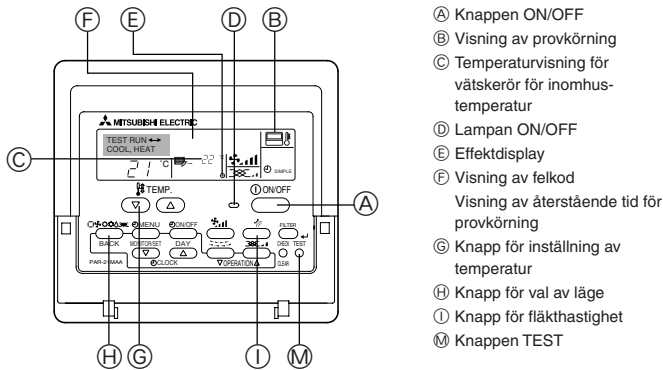

Fig. 7-1
7.2.1. Med ledningsdragen fjärrkontroll (Fig. 7-1)
- ① Sätt på strömmen åtminstone 12 timmar före testkörning.
- ② Tryck på knappen [TEST] två gånger. ⇒ "TEST RUN" teckenfönster
- ③ Tryck på knappen [Mode selection] (Driftväljare). ⇒ Se till att luft blåses ut.
- ④ Tryck på knappen [Mode selection] (Driftväljare) och växla till kylningsläge (eller uppvärmningsläge). ⇒ Kontrollera att kall (eller varm) luft blåses ut.
- ⑤ Tryck på knappen [Fan speed] (Justering av fläkthastighet). ⇒ Se till att luft-hastigheten ändras.
- ⑥ Kontrollera att utomhusenhetens fläkt fungerar.
- ⑦ Återställ testkörningen genom att trycka på knappen [ON/OFF]. ⇒ Stopp
- ⑧ Registrera ett telefonnummer.